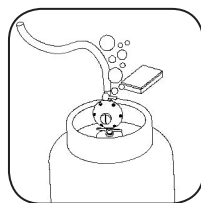

Fig. 16
- Após a instalação, verificar se há vazamento de gás, colocando espuma de sabão ou detergente líquido, em todas as conexões que forem feitas. Se houver formação de pequenas bolhas, refazer a operação ou consultar o Serviço Autorizado [Fig. 16].